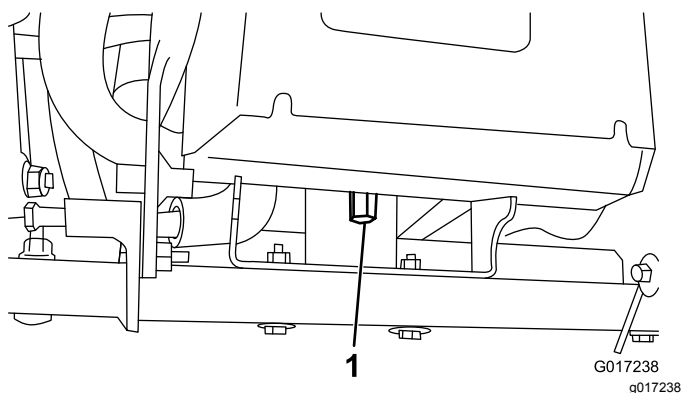

Figura 10
4. Serrate il dado lungo che fissa il retro della base della batteria al telaio della macchina (Figura 10).